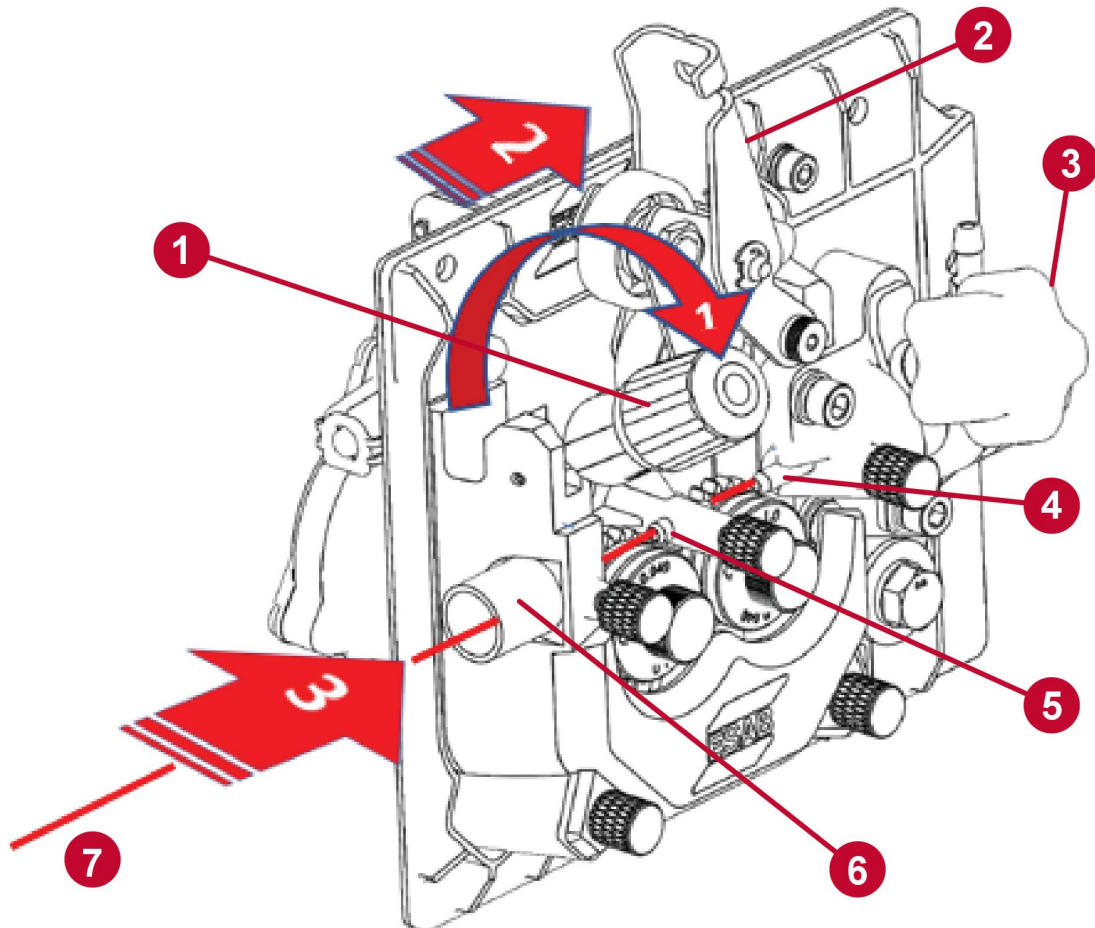

Figura 14. Mecanismo de alimentación de alambre
4. Para soltar el brazo tensor, tire de la perilla de tensión hasta sacarla de su retén y gírela hacia usted (consulte 1 en la figura 14). Dado que la presión de alimentación de alambre debe alterarse para liberar este brazo, la tensión de los rodillos se tendrá que reajustar en un paso posterior. El brazo tensor (2) está cargado por resorte. Aparecerá cuando la perilla de tensión en el paso anterior se gire y aparte.